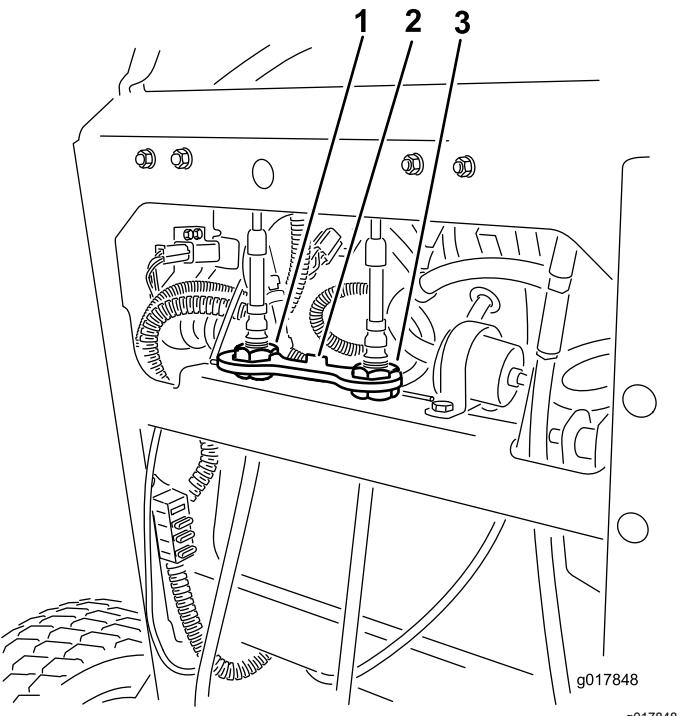

Figura 67
- Montate il blocco del cavo sui dadi di regolazione del cavo per fissare la regolazione (Figura 67).